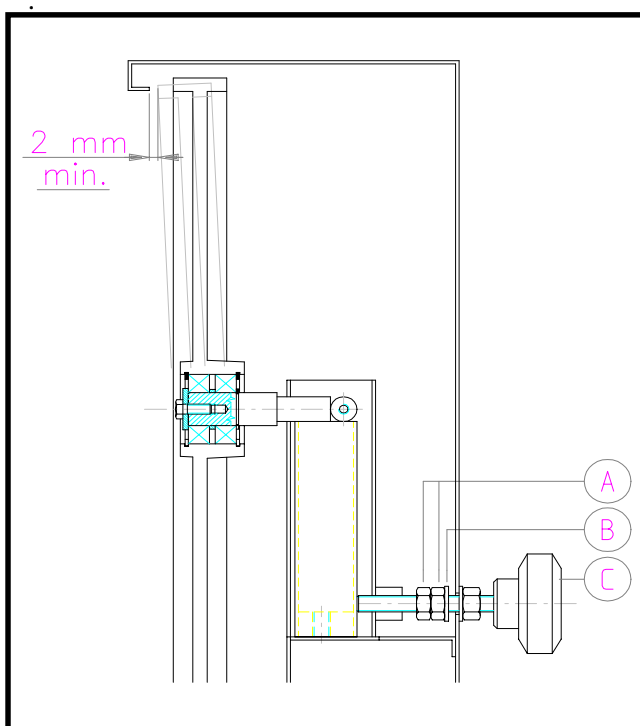

fig. 4.6
- 2) Istruzioni per l'allineamento dei volani fig. 4.6.